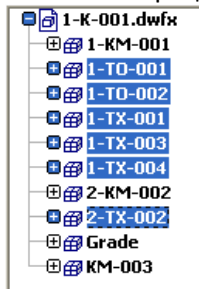

Рис. 134
- В левом окне выделите разделы с технологической частью проекта (для выделения нескольких разделов удерживайте нажатой клавишу **Ctrl**) (Рис. 134).